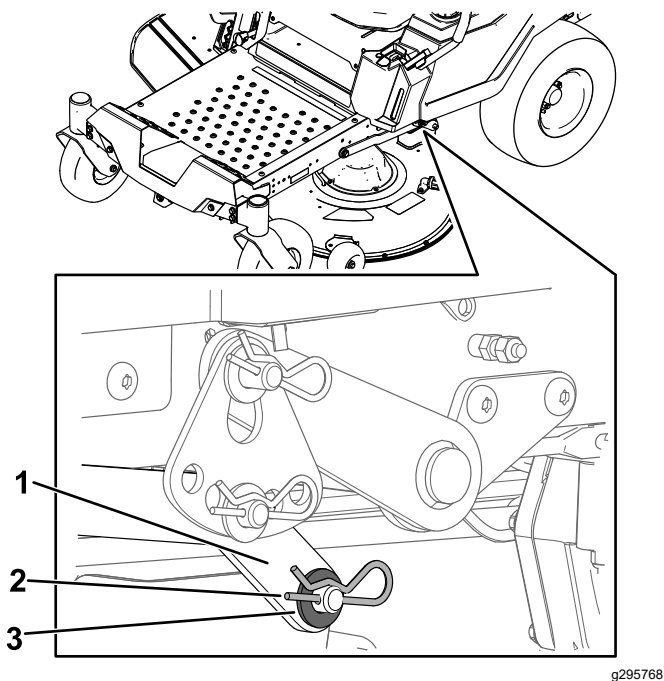

Figura 72
- Pe o parte a mainii, îndepărtați aiba și tiftul în formă de agrafă de la tiftul punii (Figura 72).
- Îndepărtați braul de ridicare de la tiftul punii (Figura 72).
- Pe o latură a mainii, ridicați partea din spate a punii mainii de tuns iarba și montați braul de ridicare la tiftul punii (Figura 72).
- Montați braul de ridicare utilizând aiba și tiftul în formă de agrafă (Figura 72).